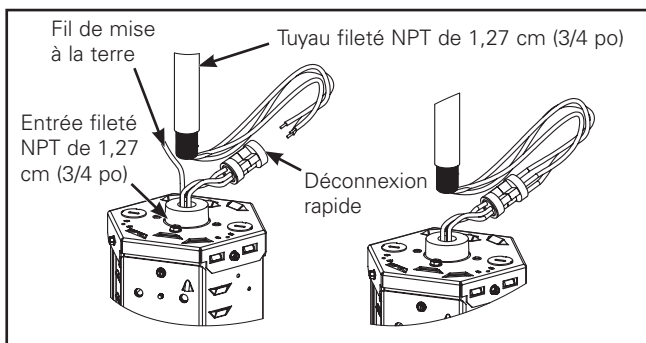

Figure 1.
1. Insérez le fil d'alimentation entrante à la déconnexion rapide, selon le code (Figure 1).